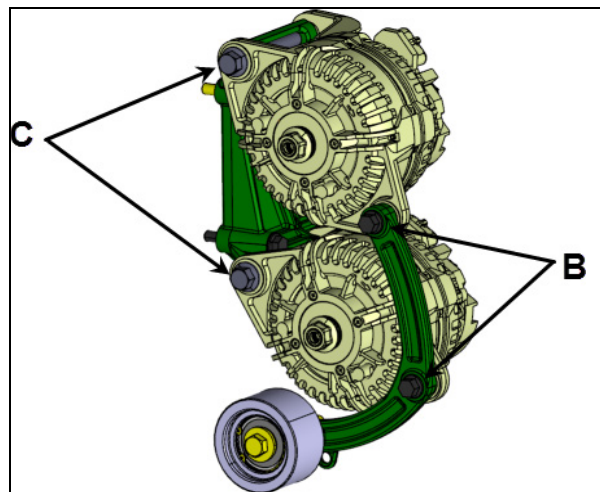

FIGURE 6
8. Installer les nouveaux alternateurs sans serrage au support avec les boulons **C**. Appliquer du composé anti-grippage à l'intérieur des douilles de montage du support et à l'intérieur des trous de montage sur l'alternateur (voir position C sur FIGURE 6). Aussi, monter sans serrage le support arqué à l'aide des boulons **B** (FIGURE 6).